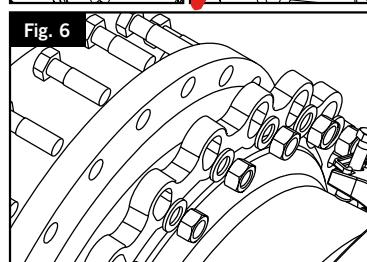

Fig. 6
10) Placez un joint de bride entre les 2 brides de raccordement ( joints de bride NON fournis, Helden recommande l'utilisation d'un joint IBC (circulaire interne à l'orifice) et assurez-vous qu'il est placé sur la face surélevée de la bride AquaFast. (Voir la figure 6).
8) Beginnen Sie mit dem Zusammenschrauben der 1. Spannbandbaugruppe der Kupplung. Arbeiten Sie nacheinander an jedem Spannband und ziehen Sie jede der drei Spannbandschrauben durch Drehen der Mutter um jeweils eine oder zwei Umdrehungen an, um die Spannbänder in Richtung Rohr zu ziehen (siehe Abb. 6). Schrauben Sie die Zentrierschrauben weiter heraus, um dafür zu sorgen, dass sie die Pinole nicht berühren.
10) Montieren Sie eine Dichtung zwischen die 2 zueinander passenden Flansche (Flanschdichtungen werden NICHT mitgeliefert, Helden empfiehlt die Verwendung einer Dichtung mit Innenlochkreis (Inside Bolt Circle – IBC) und stellen Sie sicher, dass sie auf der erhabenen Fläche des AquaFast Flansches liegt (siehe Abb. 6).
- 8) Cominciare il serraggio dei bulloni dal gruppo della prima banda di serraggio del bigiunto. Procedendo in modo sequenziale lungo la circonferenza di ciascuna banda di serraggio, serrare uniformemente ognuno dei tre bulloni della banda di serraggio, avvitando ogni dado di uno o due giri alla volta per avvicinare le bande di serraggio al tubo (vedere la Fig 6). Continuare ad allentare i bulloni di centratura per assicurarsi che non entrino in contatto con il corpo.
10) Montare una guarnizione per flangia tra le 2 flange di accoppiamento (le guarnizioni per flange NON sono fornite, Helden raccomanda l'uso di una guarnizione Inside Bolt Circle (IBC) e assicurarsi che sia posta sopra alla superficie di tenuta della flangia AquaFast (vedere la Fig 6).